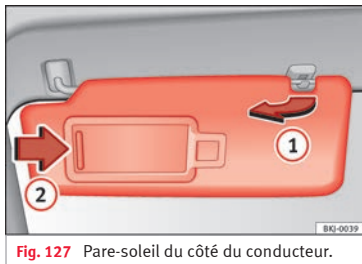

Fig. 127 Pare-soleil du côté du conducteur.
- Le pare-soleil peut être retiré du support et rabattu contre la porte » **fig. 127** ①.